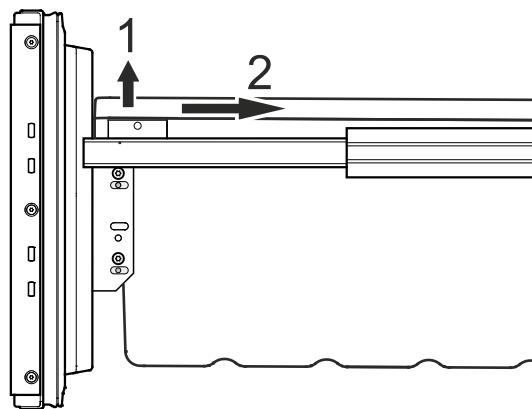

Figura 24
- Desenclave el recipiente por el canto izquierdo y derecho tirándolo hacia arriba (1) - **Figura 24**.
- Deslice el recipiente hacia atrás (2).